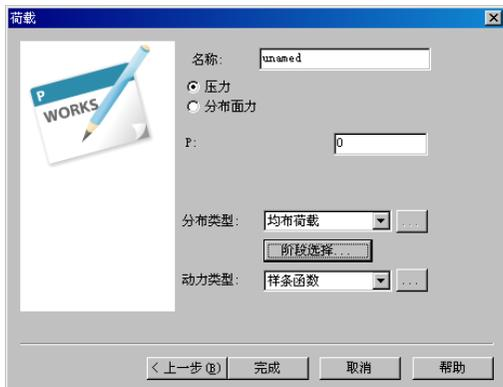

图 4.27 面荷载参数设置对话框
- 如选择面荷载，则进入面荷载参数设置对话框，如图 4.27 所示。